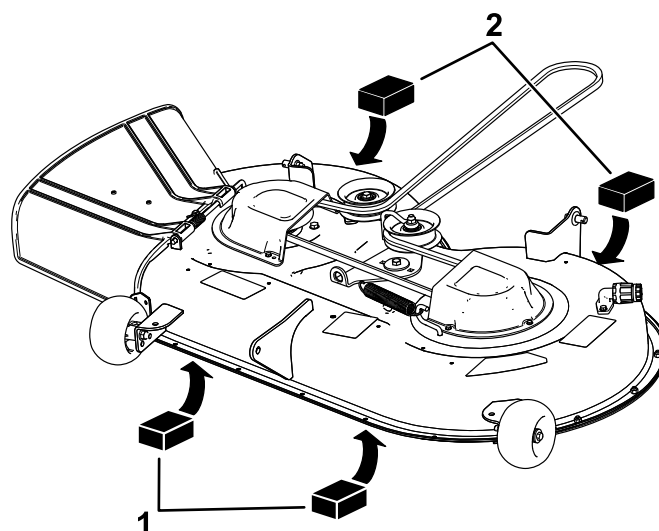

図 65
4. デッキの左右前部に角材厚さ 6.6 cm を入れる。芝刈り防止ローラの下には入れないこと図 65。
5. 刈り込みデッキのスカートの後ろの左右のエッジの下にブロック厚さ 7.3 cm をそれぞれ 1 個ずつセットする図 65。